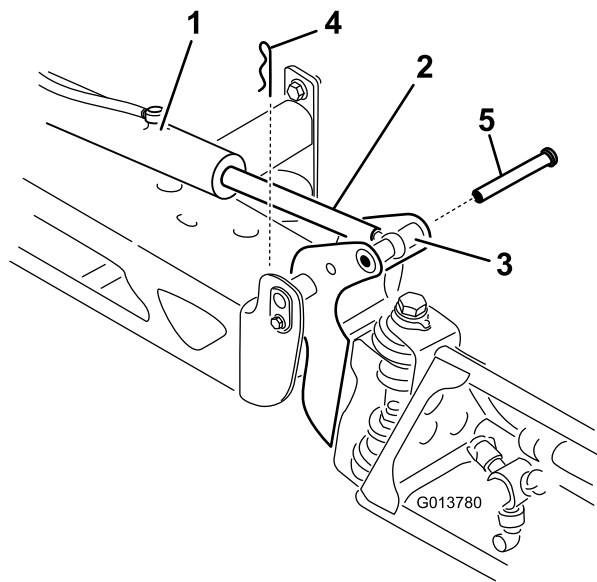

図 37
2. ピボットピンからコッターピンを抜き取る図 37。
3. ブームを持ち上げて、ピンを外す(図 37)。ブームをゆっくりと床まで降下させる。
7. ブームを支えながら、ブームのピボットとアクチュエータロッドにピンを通す(図 37)。